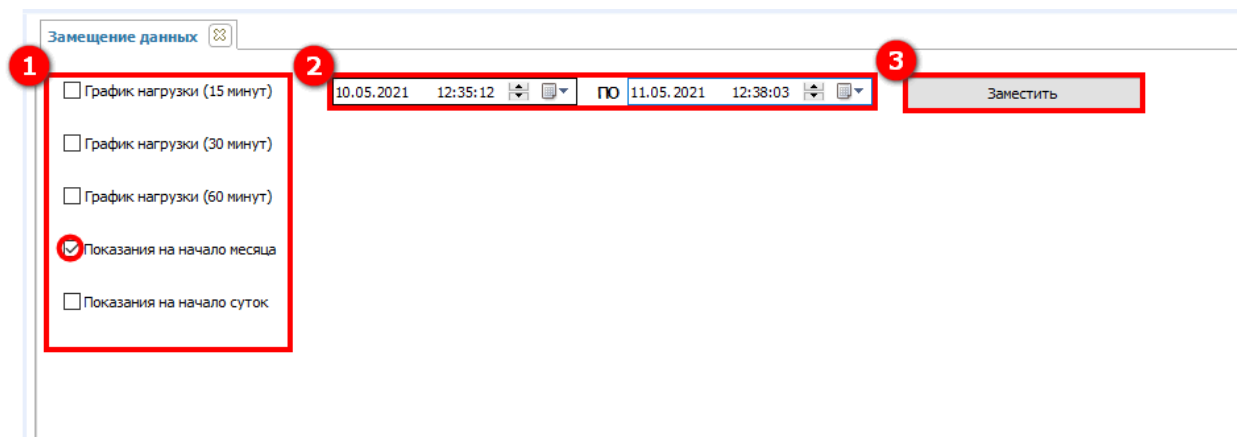

Рисунок 131 – Замещение данных
Подраздел **Замещение данных** меню **Данные** предназначен для замещения информации показаний и/или потребления по приборам учета. Для замещения информации необходимо в дереве **Объекты учета**, **Каналы связи**, **Адреса**, **Контрагенты** или в дереве **Питающие центры** выбрать либо группу учета, либо канал связи соответственно, или же выбрать конкретное устройство. Далее соответствующими отметками выбрать данные: **График нагрузки 15 минут**, **График нагрузки 30 минут**, **График нагрузки 60 минут**, **Показания на начало месяца** и/или **Показания на начало суток** (1) (см. рисунок 131) и указать период, информация за который будет замещена (2). Далее нажать кнопку **Заместить** (3).